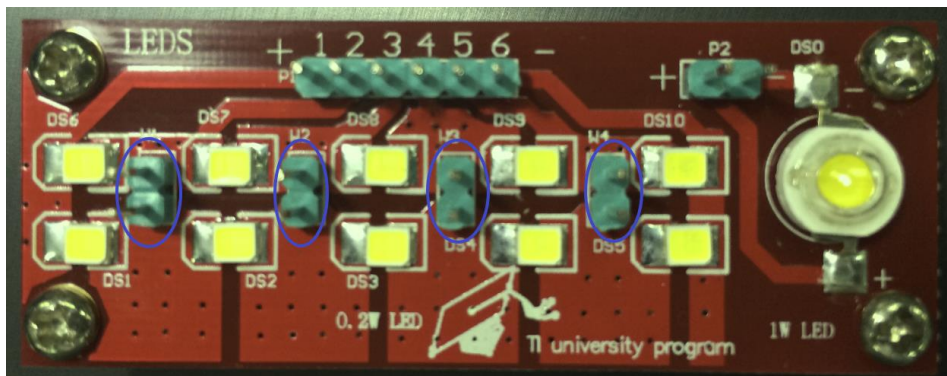

图 9 Ver1 LED 板上的跳线帽布置
5. LED 小板上去除了部分冗余的跳线帽，使得应用更方便。第二版在使用时不必去短接图 9 中第一版紫色标记所示的跳线帽。